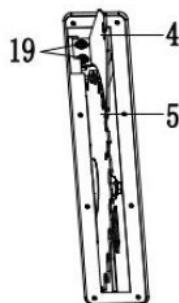

Рис. 2
19. Винт фиксации предохранительного клина (рис. 2)